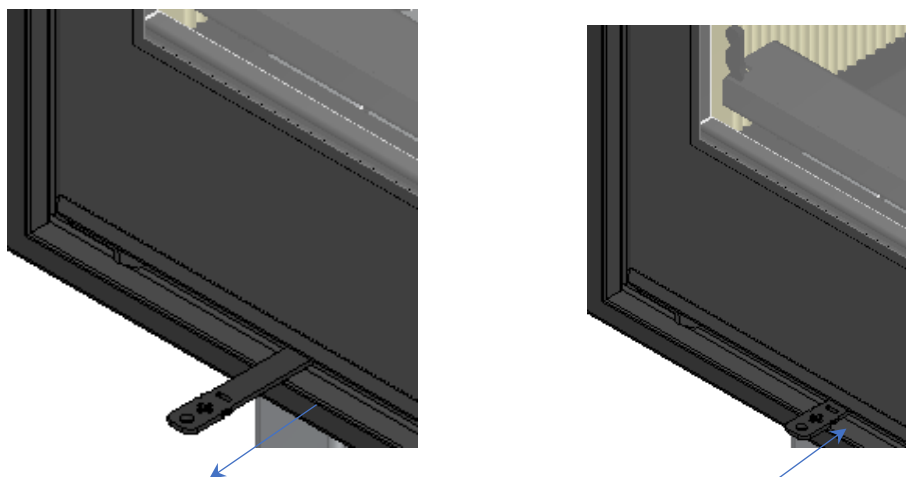

Figura 24 - Regulador de ar de combustão
12.2. Controle do ar de combustão "Ar-Primário" (A)
- Para abrir - Puxar o regulador com a chave que vem no equipamento, para maior rendimento e maior consumo de lenha, ver Figura 24.
- Deste modo também cria um efeito de lavagem por alta velocidade do ar pré-aquecido sobre toda a superfície interior do painel de vidro, ajudando a manter o vidro limpo durante mais tempo, ver Figura 24.